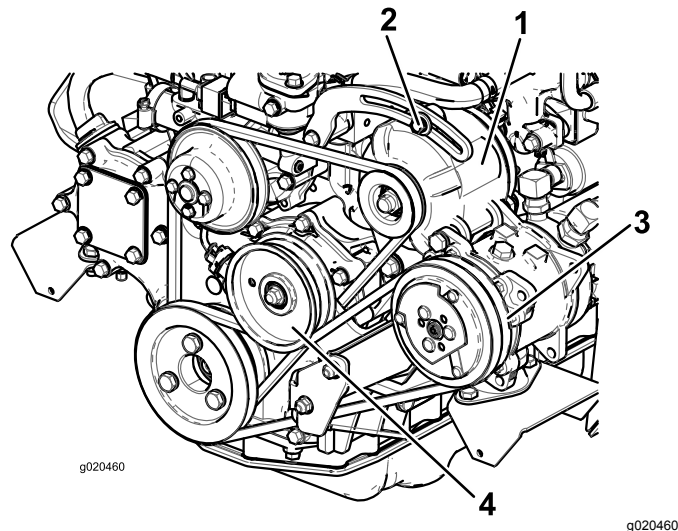

Figura 101
Se la flessione non è di 10 mm, allentate i bulloni di fissaggio dell'alternatore (Figura 101).
Controllate lo stato e la tensione della cinghia (Figura 101) ogni 100 ore di servizio.
2. Se la flessione non è di 10 mm, allentate il bullone di fissaggio della puleggia tendicinghia (Figura 101). Aumentate o riducete la tensione della cinghia del compressore e serrate il bullone. Controllate di nuovo l'inflessione della cinghia per accertare che sia esatta.